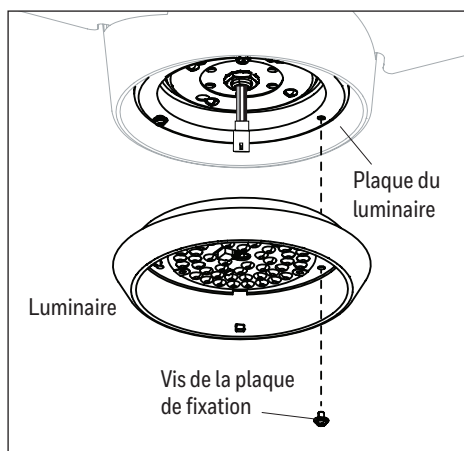

Figure 5.9
9. étirez l'une des trois vis de la plaque du luminaire et desserrez les deux autres vis sans les retirer. Soulevez les deux encoches en trou de serrure du luminaire par-dessus les deux vis desserrées de la plaque du luminaire, puis tournez le luminaire dans le sens des aiguilles d'une montre. Ensuite, fixez le luminaire à la plaque du luminaire à l'aide de la vis de la plaque du luminaire retirée précédemment. Serrez toutes les vis (Figure 5.9). **Remarque :** Ne branchez pas les connecteurs à 3 broches.